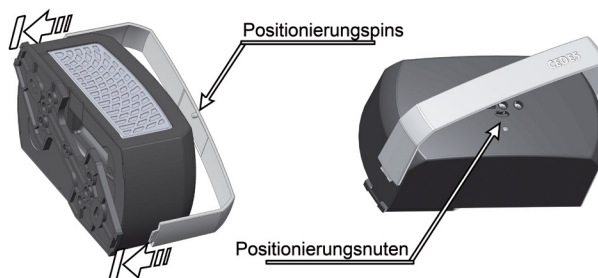

Abb. 14: Korrekte Montage des Montagebügels
6. Montagebügel auf TOF/PSD aufsetzen → Abb. 14.